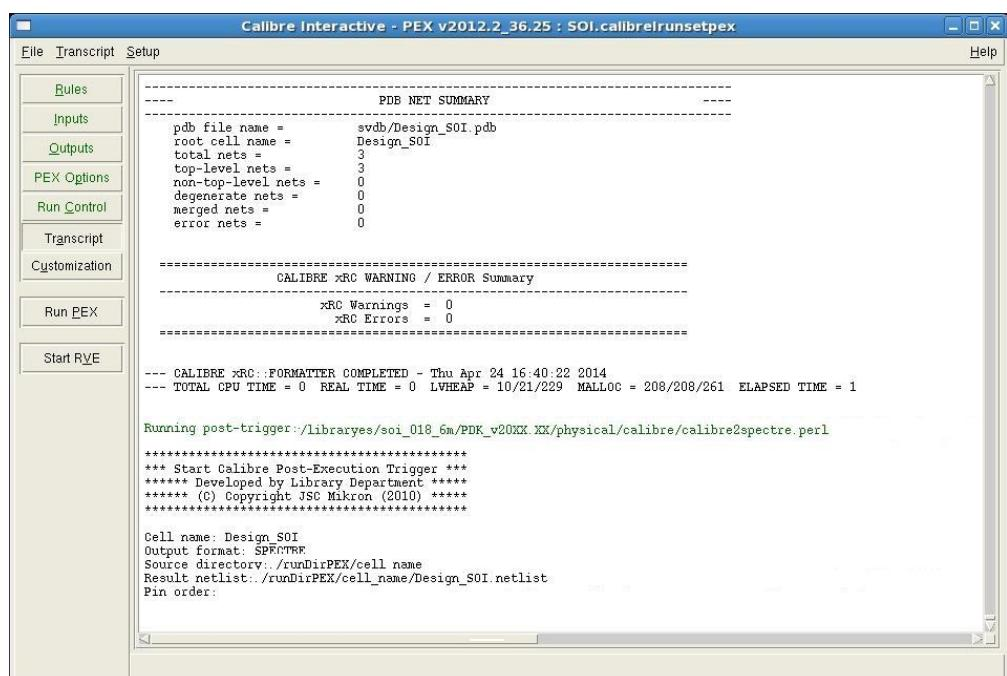

Рис. 9.16. Вкладка “Transcript” после завершения работы Calibre PEX.
- 4) После окончания экстракции автоматически появится окно, в котором будет показан полученный нетлист, а также сработает скрипт постобработки данного нетлиста для его подготовки к моделированию. Скрипт выдаст имя проекта, полный путь до обработанного нетлиста и порядок выводов (Pin Order) для данного проекта (см. рис. 9.16).